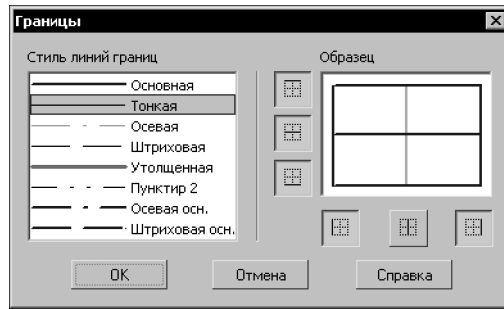

Рис. 76.7. Диалог настройки границ
Управление отображением и стилем линии границ ячеек производится в диалоге настройки границ (рис. 76.7). Для его вызова служит команда **Границы**.
1. Вызовите диалог настройки границ (рис. 76.7).